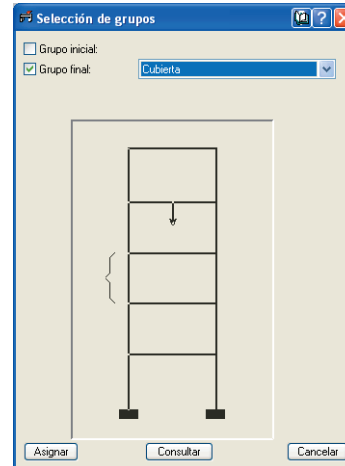

Fig. 3.36
- En la ventana **Selección de grupos** desactive la casilla **Grupo inicial** y en **Grupo final** seleccione **Cubierta** (Fig. 3.36).